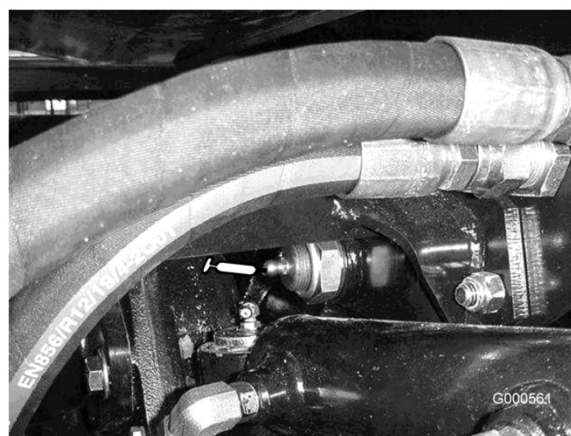

Figura 23
- Articulação do casquilho do eixo traseiro (2) (Figura 23)